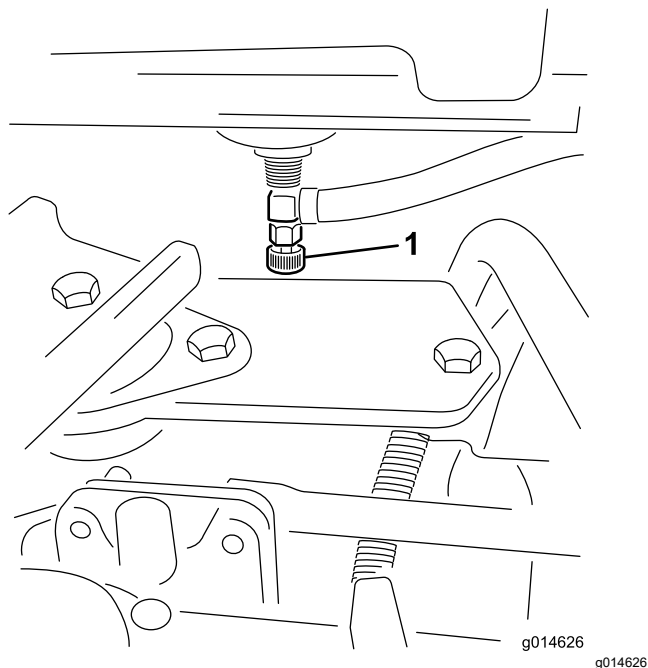

Figura 34
1. Chiudete la valvola di intercettazione del carburante (Figura 34) sotto il serbatoio del carburante.